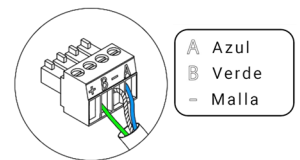

Fig. 66
Para la conexión al bus máquina de la central (2) dispone de 1 borna de 5 pines. Fije los cables con los tornillos de la borna respetando el código de colores (Fig. 66). Utilice la malla únicamente en el conector del lado de la central.